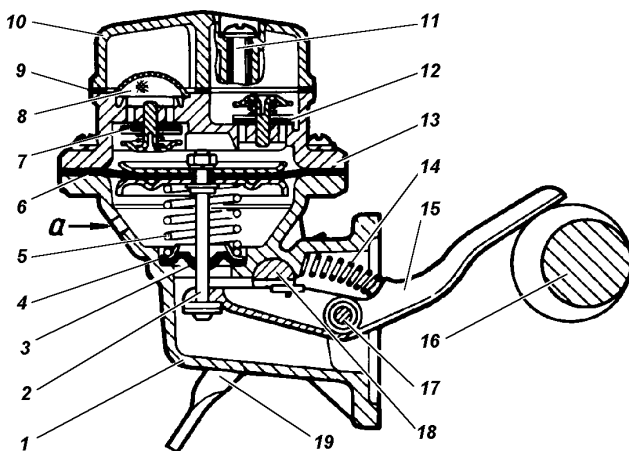
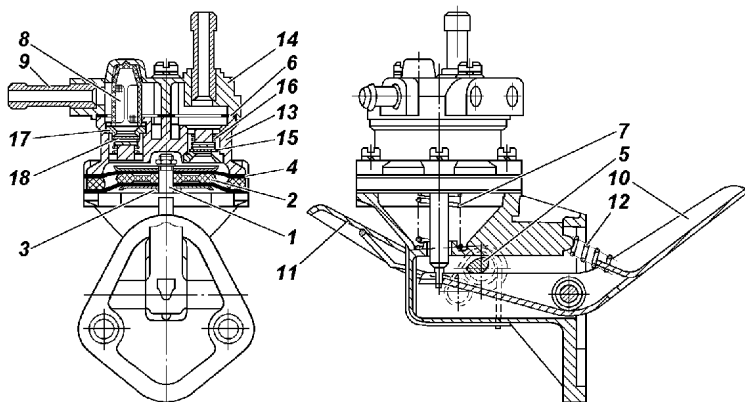

Рис. 4.22. Топливные насосы типа Б9В:
Рис. 4.23. Топливный насос 2105-1106010-50:
**Топливный насос\*** - диафрагменный, типа Б9В (451М-1106010-30, 451М-1106010-40) (рис. 4.22) или 2105-1106010-50 (рис. 4.23) или 900-1106010, установлен на левой стороне блока цилиндров двигателя.